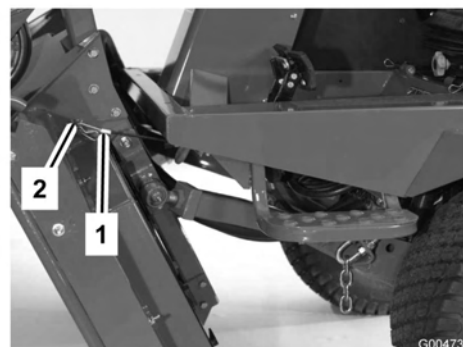

Figura 77
6. Mantenendo l'apparato di taglio verticale, fate passare l'estremità del cavo sopra il perno del braccio di sollevamento dell'apparato, e fissate il cavo con la coppiglia (Figura 77).